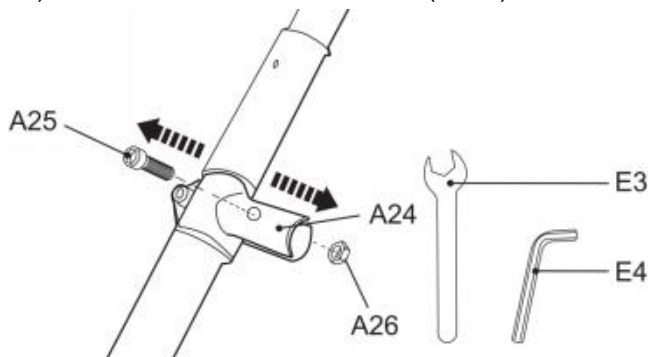

Fig. 1
1. Ta bort den förmonterade bulten (A25) och muttern (A26) från handtagsfästet (A24) och förvara dem nära till hands (bild 1).